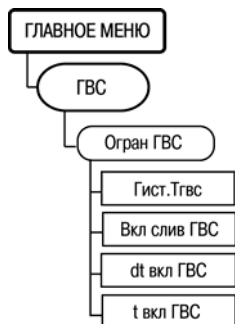

Рисунок 7.19
7.12.9 Для задания параметров управления клапаном слива ГВС служит пункт меню **//ГВС /Огран Тгвс** (рисунок 7.19).